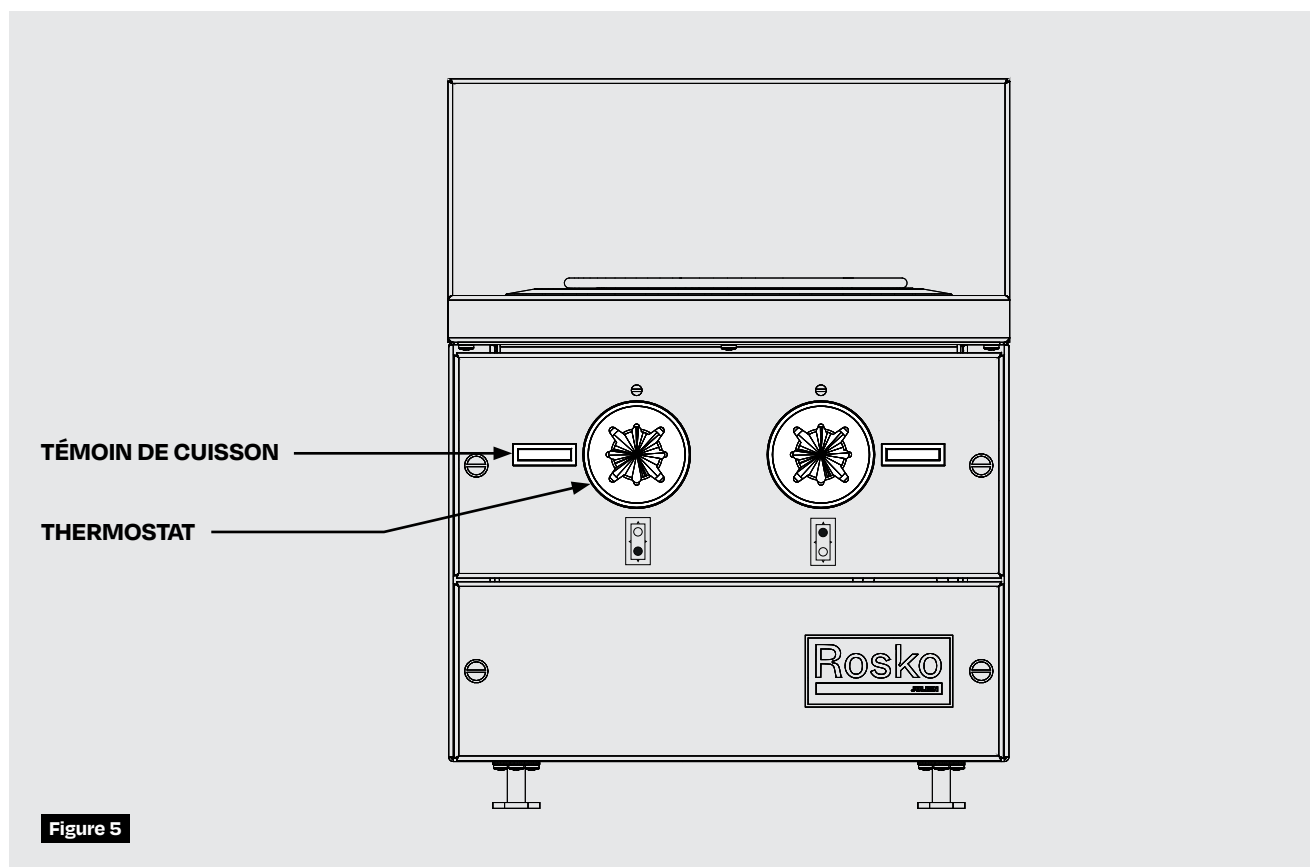

Figure 5
3. Ajuster les contrôles infinis à la position désirée. Un témoin lumineux rouge s'allume pour chaque élément mis en fonction. **(Figure 5)**